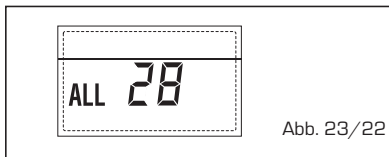

Abb. 23/22
- STÖRUNG DER ANZAHL ANGESCHLOSSENER KARTEN "ALL 29" (Abb. 23/23)